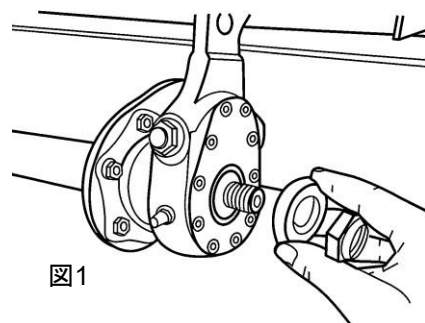

図1
■オートマチックスラックアジャスタは六角ロックナットを緩め取外す。図 1